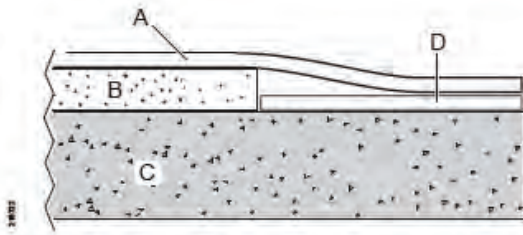
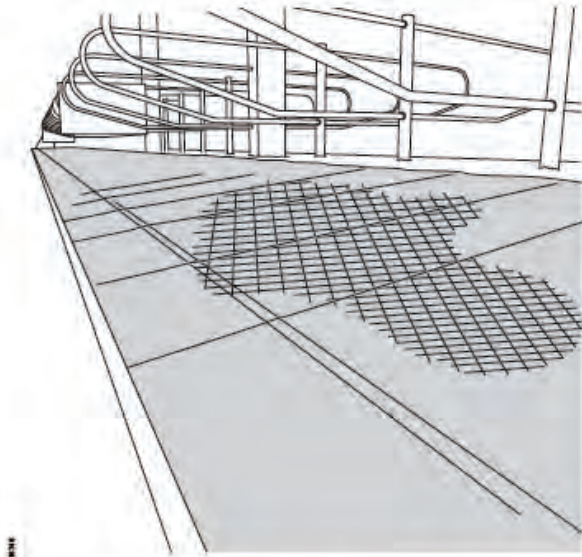

Bild 19: Placering av skyddsöverdraget.
Bild 20: Löst skyddsöverdrag i bakkanten.
4. Sätt ihop fixeringsremarna (D i Bild 19) och fäst dem med spikexpander.
6. Lämna skyddsöverdraget löst (A i Bild 19) i bakkanten enligt Bild 20.